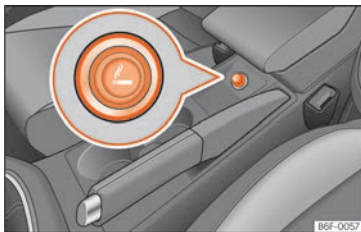

Fig. 161 Accendisigari.
- Premere il pulsante dell'accendisigari » » **fig. 161** per attivarlo » » ⚠.